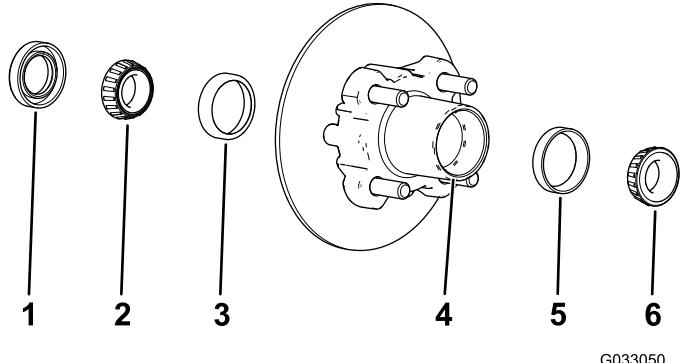

Figure 32
- Déposez le roulement extérieur et la bague de roulement du moyeu (Figure 32).
- Déposez le joint et le roulement intérieur du moyeu (Figure 32).
- Éliminez la graisse, la saleté et les débris déposés à l'intérieur de la cavité du moyeu (Figure 32).
- Remplissez la cavité du moyeu de 50 à 80 % environ avec la graisse spécifiée (Figure 32).
- Assemblez le roulement intérieur sur la bague sur le côté intérieur du moyeu et montez le joint (Figure 32).